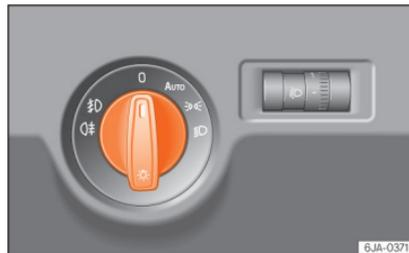

Abb. 129 Kombiinstrument: Lichtschalter
Bei Fahrzeugen mit **Rechtslenkung** weicht die Anordnung der Bedienelemente teilweise von der in »» **Abb. 129** »» Seite 127 gezeigten Anordnung ab. Die Symbole zur Anzeige der einzelnen Bedienelemente sind jedoch identisch.
- Drehen Sie den Lichtschalter  **Abb. 129** in Stellung .
- Drehen Sie den Lichtschalter  **Abb. 129** in die Position .
Das Tagfahrlicht ist eine zur Erhöhung der Verkehrssicherheit vorgesehene Beleuchtungsvorrichtung. Es handelt sich um in die Scheinwerfer integrierte Leuchten, die bei jedem Einschalten der Zündung eingeschaltet werden, wenn der Lichtschalter in der Stellung  oder **AUTO** **»» Abb. 129** steht. Sobald Sie das Standlicht einschalten, wird es automatisch ausgeschaltet.